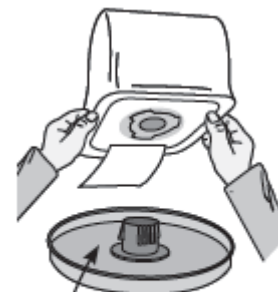

Рисунок 19
6. Установите новый пылевой мешок, убедившись, что пазы приведены на одну линию с лапками на переходном соединении (*рисунок 19*). Затем слегка повернув мешок, зафиксируйте его в посадочном месте.